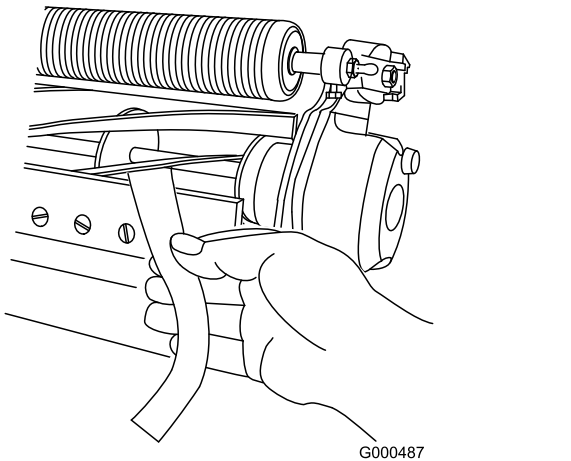

图12
- B. 在滚刀与底刀之间插入一长条剪切性能纸，纸要与底刀垂直（图12），然后缓慢向前旋转滚刀；此操作应能切断性能纸；如果不能，请重复步骤 A 和 B，直至切断为止。
11. 在滚刀与底刀之间插入一长条剪切性能纸，纸要与底刀垂直（图12），然后缓慢向前旋转滚刀；此操作应能切断性能纸；如果不能，将每个底刀架调节螺栓都顺时针旋转1格，直至切断为止。